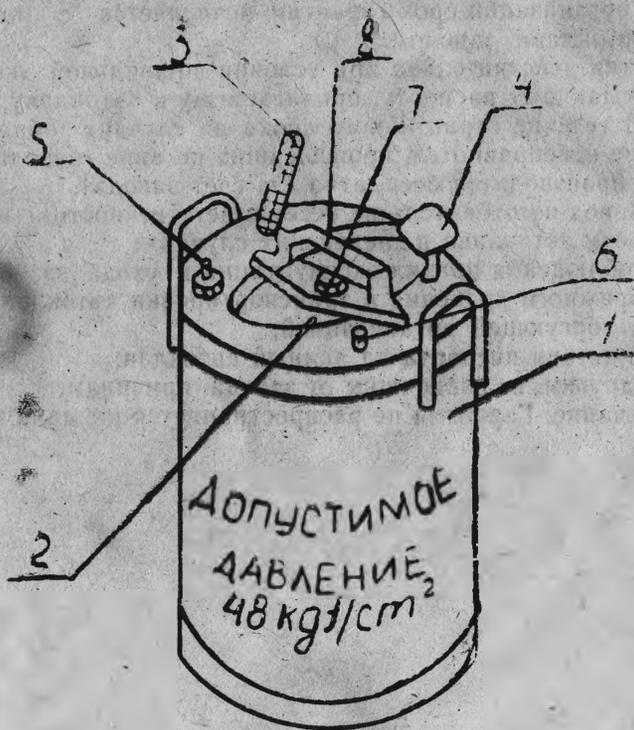

Рис. 1. Устройство автоклава
6.1.2. Ослабить гайку 7, расположенную на ручке 8 (рис. 1).
6.1.9. Перед эксплуатацией автоклава убедитесь в его герметичности. Для этого необходимо закрыть автоклав крышкой 2 (рис. 1) и затянуть гайку 7. Снять защитный колпак с нагнетательного клапана 5 и с помощью автомобильного или мотонасоса через нагнетательный клапан накачать воздух, создав давление $0,15$ МПа ($1,5$ Кgf/cm²) по показанию манометра. Убедитесь в том, что из автоклава нет утечки воздуха. Стрелка манометра в течение 5—10 минут не должна показывать снижение давления.
6.2.3. Закрывать крышку 2 и затянуть гайку 7 (рис. 1) накачать воздух, создав давление $0,80 \text{ Kgf/cm}^2$ для мясных продуктов и $1,2 \text{ Kgf/cm}^2$ для овощных и фруктовых консервов.